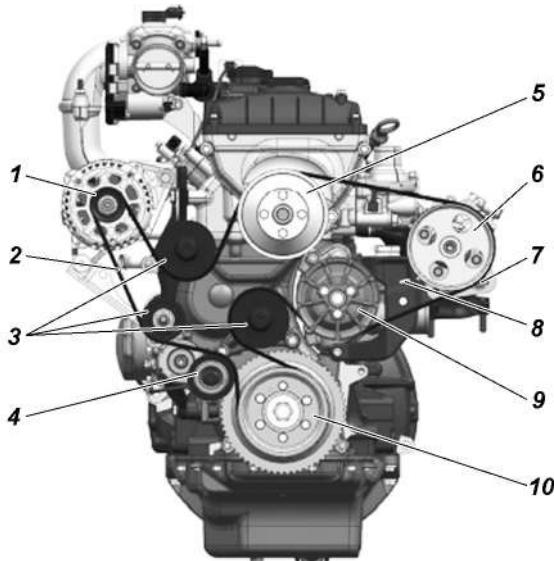

Рис. 9.7. Ремень привода агрегатов:
**На автомобилях, оснащенных генератором ф. «Erae», без кондиционера,** привод агрегатов осуществляется одним ремнем. Его натяжение регулируется автоматически (рис. 9.7). В процессе эксплуатации необходимо контролировать состояние ремня. При обнаружении его большого растяжения возможна регулировка положения насоса ГУР болтом 8 с целью обеспечения продолжения эксплуатации вытянутого ремня. Фиксация насоса ГУР болтами 7.